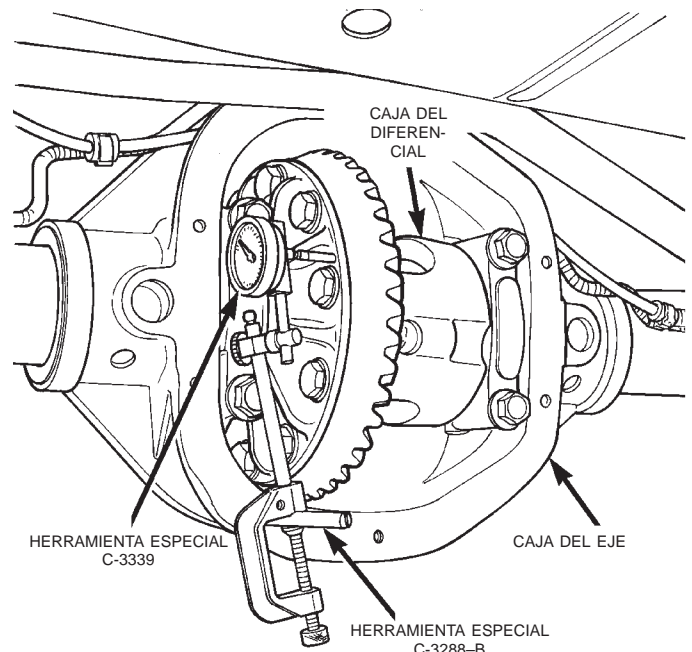
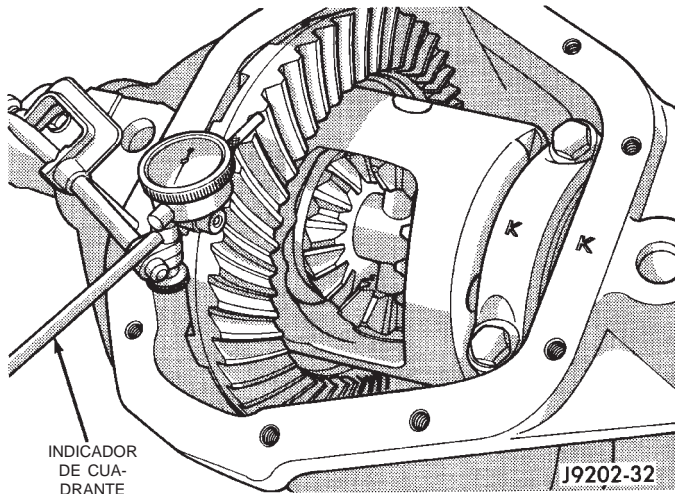
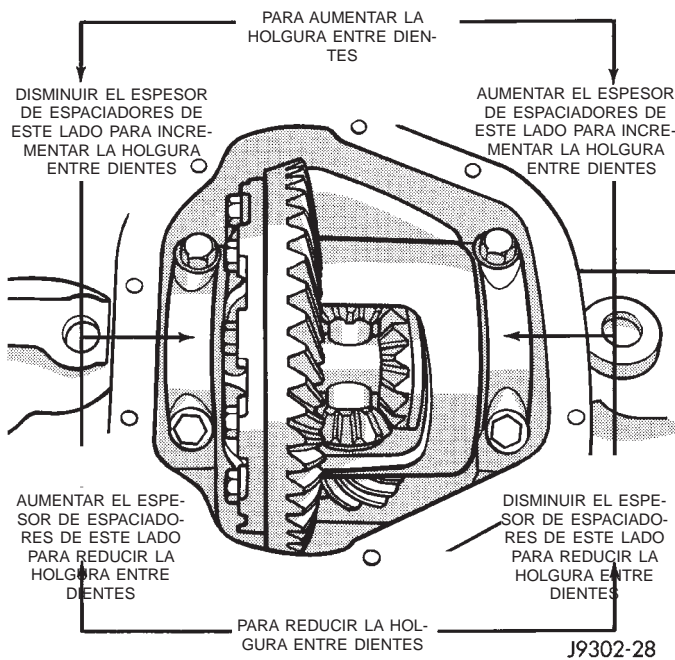

Fig. 86 Medición del juego lateral del diferencial
Fig. 89 Medición de la holgura de la corona
Fig. 90 Ajuste de espaciadores para la holgura entre dientes
- (8) Enrosque el pasador guía C-3288-B en el orificio para pernos de la tapa trasera debajo de la corona (Fig. 86).
- (9) Fije un indicador de cuadrante C-3339 al pasador guía. Coloque el émbolo del indicador de cuadrante en una superficie plana entre las cabezas de los pernos de la corona (Fig. 86).
(20) Coloque el émbolo del indicador de cuadrante en una superficie plana entre las cabezas de los pernos de la corona (Fig. 86).
(21) Empuje y sostenga la caja del diferencial contra el lado del piñón satélite.
(22) Coloque la aguja del indicador de cuadrante en cero.
(23) Empuje y sostenga la caja del diferencial contra el lado de la corona de la caja del eje.
(24) Registre la lectura del indicador de cuadrante.
(25) Reste 0,076 mm (0,003 pulg.) de la lectura del indicador de cuadrante para compensar la holgura entre la corona y el piñón satélite. Este total representa el espesor de espaciador necesario para lograr la holgura correcta.
(26) Reste el espesor de espaciadores para la holgura entre dientes del espesor total de espaciadores para el ajuste previo. El resultado es el espesor de espaciadores necesario en el lado del piñón de la caja del eje.
(27) Gire el indicador de cuadrante alejándolo del pasador guía.
(28) Retire la caja del diferencial y los cojinetes de prueba de la caja del eje.
(29) Instale conos y cubetas de cojinetes laterales nuevos en la caja del diferencial.
(30) Instale el separador W-129-B, utilizando algunos de los elementos del juego de adaptadores 6987, en la caja del eje y separe la abertura del eje lo suficiente como para que pase la caja del diferencial.
(31) Coloque los espaciadores de cojinetes laterales en la caja del eje contra los extremos del tubo del eje.
(32) Instale la caja del diferencial en la caja del eje.
(33) Gire la caja del diferencial varias veces para asentar los cojinetes laterales.
(34) Coloque el émbolo del indicador contra un diente de la corona (Fig. 89).
(35) Empuje y sostenga la corona hacia arriba para impedir que gire el piñón satélite.
(36) Coloque en cero la aguja del indicador de cuadrante.
(37) Empuje y sostenga la corona hacia abajo para impedir que gire el piñón satélite. La lectura del indicador de cuadrante debería estar entre 0,12 mm (0,005 pulg.) y 0,20 mm (0,008 pulg.). Si la holgura entre los dientes de la corona no cumple con las especificaciones, transfiera el espesor necesario de un lado del cárter del diferencial al otro (Fig. 90).
(38) Verifique el descentramiento del cárter diferencial y la corona midiendo la holgura entre los dientes de la corona y el piñón satélite en distintos lugares alrededor de la corona. Las lecturas no deberán variar en más de 0,05 mm (0,002 pulg.). Si las lecturas varían más de lo que indican las especificaciones, la corona o la caja del diferencial están defectuosas.